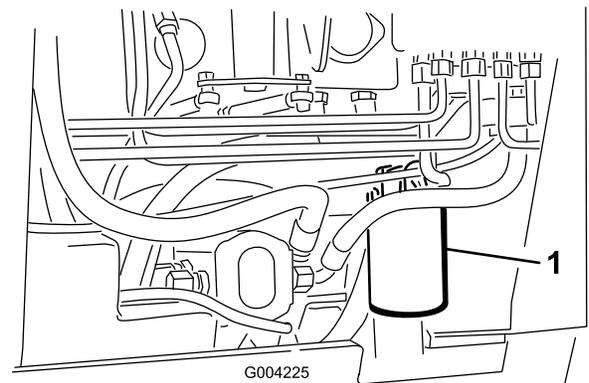

Figure 59
4. Placez un bac de vidange sous le filtre (Figure 59).
5. Enlevez le filtre à huile usagé (Figure 59) et essuyez la surface du joint de l'adaptateur.
7. Montez le filtre de rechange sur l'adaptateur (Figure 59). Tournez le filtre dans le sens horaire jusqu'à ce que le joint rejoigne l'adaptateur, puis donnez 3/4 de tour supplémentaire.